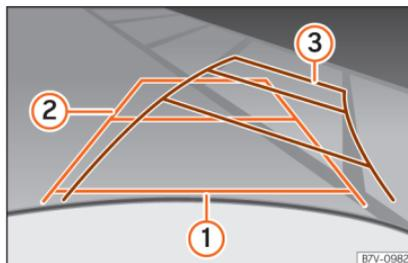

Abb. 255 Bildschirm: Orientierungslinien des Parkraums hinter dem Fahrzeug.
Bedeutung der auf den Bildschirm projizierten Orientierungslinien » » » Abb. 255. Alle Längenangaben der Orientierungslinien beziehen sich auf ein Fahrzeug, das auf einer waagerechten Fläche steht.
- Langsam rückwärtsfahren und dabei so lenken, dass die gelben Orientierungslinien in die Parklücke führen » » » Abb. 255 ❸.